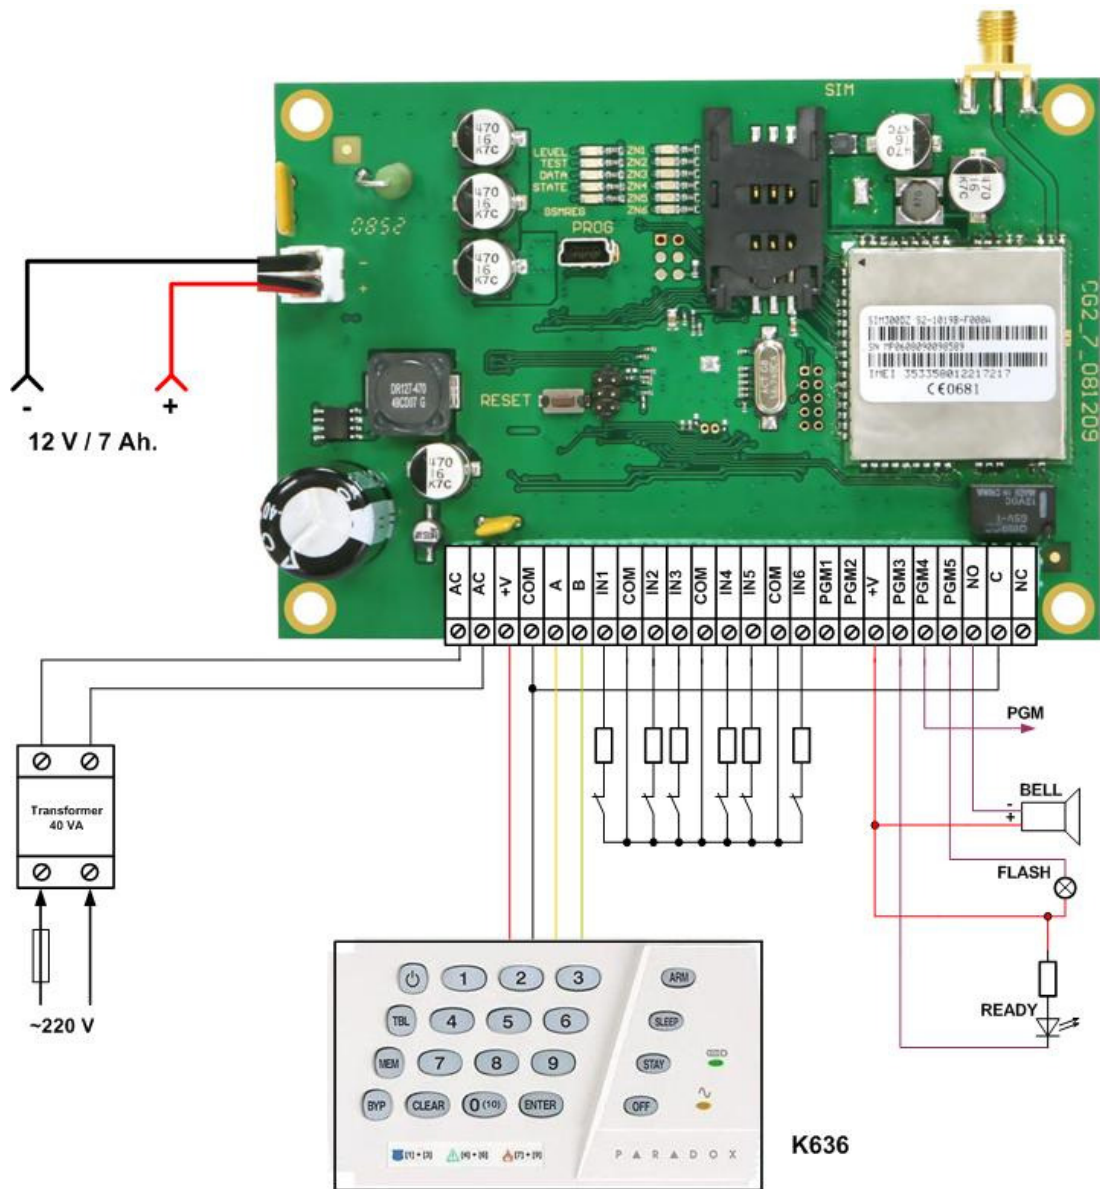

Рис.1. Схема соединений контрольной панели
2. К антенному разъёму (5) подключить GSM антенну и в держатель (4) вставить SIM карту выбранного оператора GSM связи;
3. Подключить к модулю охранные датчики и сигнализаторы. Схема соединений представлена на рис.1.;